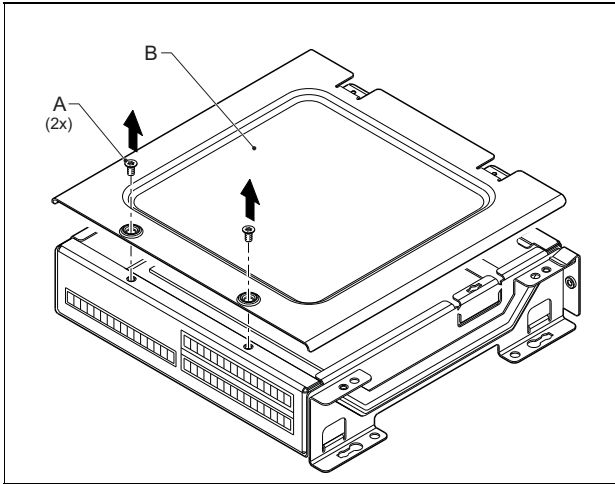

рисунок 20.8: Снятие крышки модуля
- 1 Выкрутите винты (A) на каждом модуле и сдвиньте верхнюю крышку (B) (см. рисунок 20.8). Помните, что винты (A) скоро понадобятся.